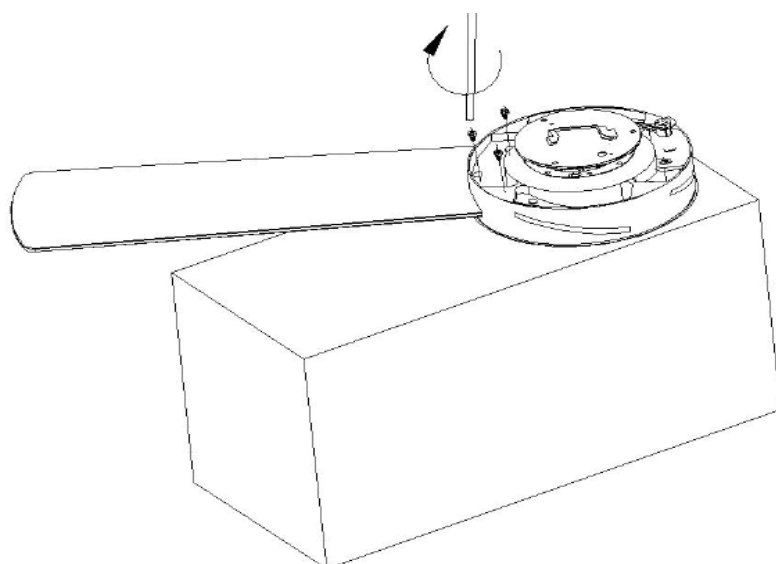

Fig. 5
- Assurer les pales avec 3 vis de pale et assurer que les 3 vis de pale soient serrées uniformément. Ne serrer pas si trop les vis puisqu'ils peuvent endommager les pales. Répéter cette procédure pour tous les pales. Fig 5.